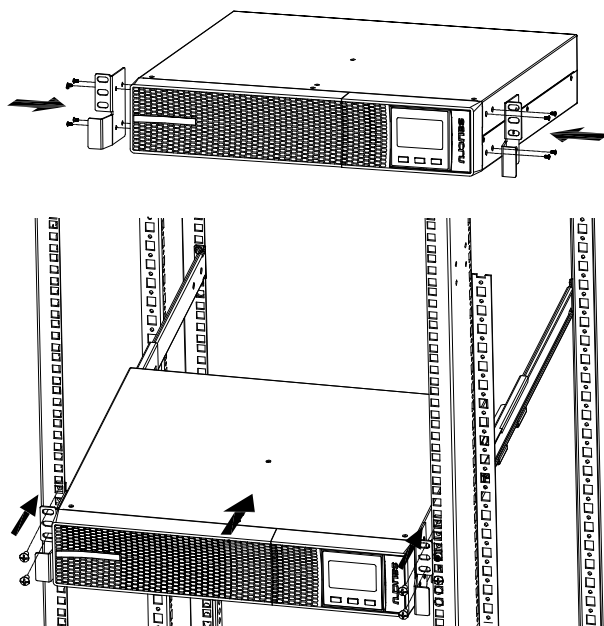
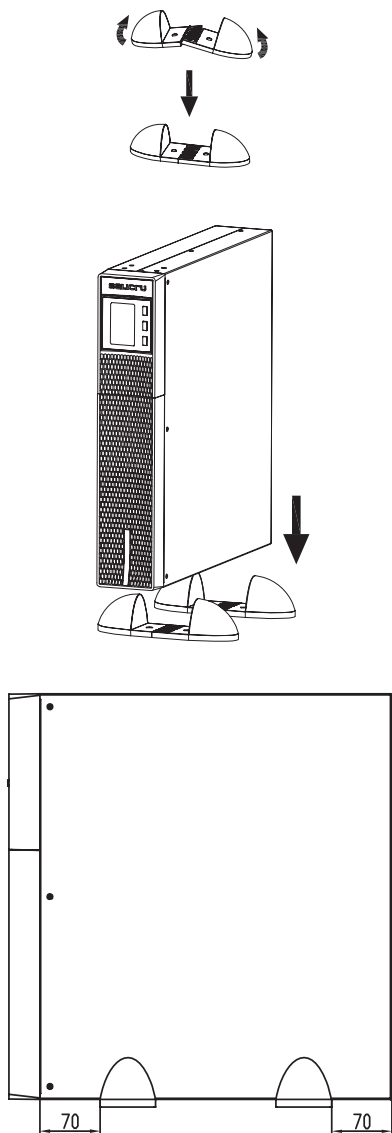
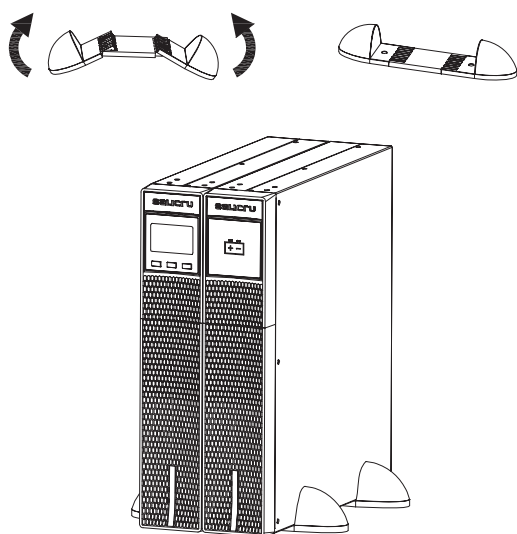

Fig. 4. Montage type rack en armoire 19".
Fig. 6. Montage vertical -type tour-
Fig. 8. Modèle en montage vertical -type tour- avec extension autonomie (module de batteries).
- Les Fig. 4 à Fig. 8 montrent, à titre d'exemple, les graphiques d'un équipement ou de ce dernier avec son module de batteries. Ces illustrations sont d'une aide et d'une orientation dans les étapes à suivre et ne visent en aucun cas à particulariser les instructions à un seul modèle, bien que dans la pratique les actions à effectuer soient toujours les mêmes pour toutes.
- Procédez de la manière suivante (voir Fig. 4) :
- Placez l'onduleur entre les deux bases à une distance de 70 mm de chaque extrémité (voir la Fig. 6).
- Placez l'onduleur et le module de batteries debout entre les deux bases (voir la Fig. 8) et à une distance de 70 mm depuis chaque extrémité, comme il est indiqué à la Fig. 6.